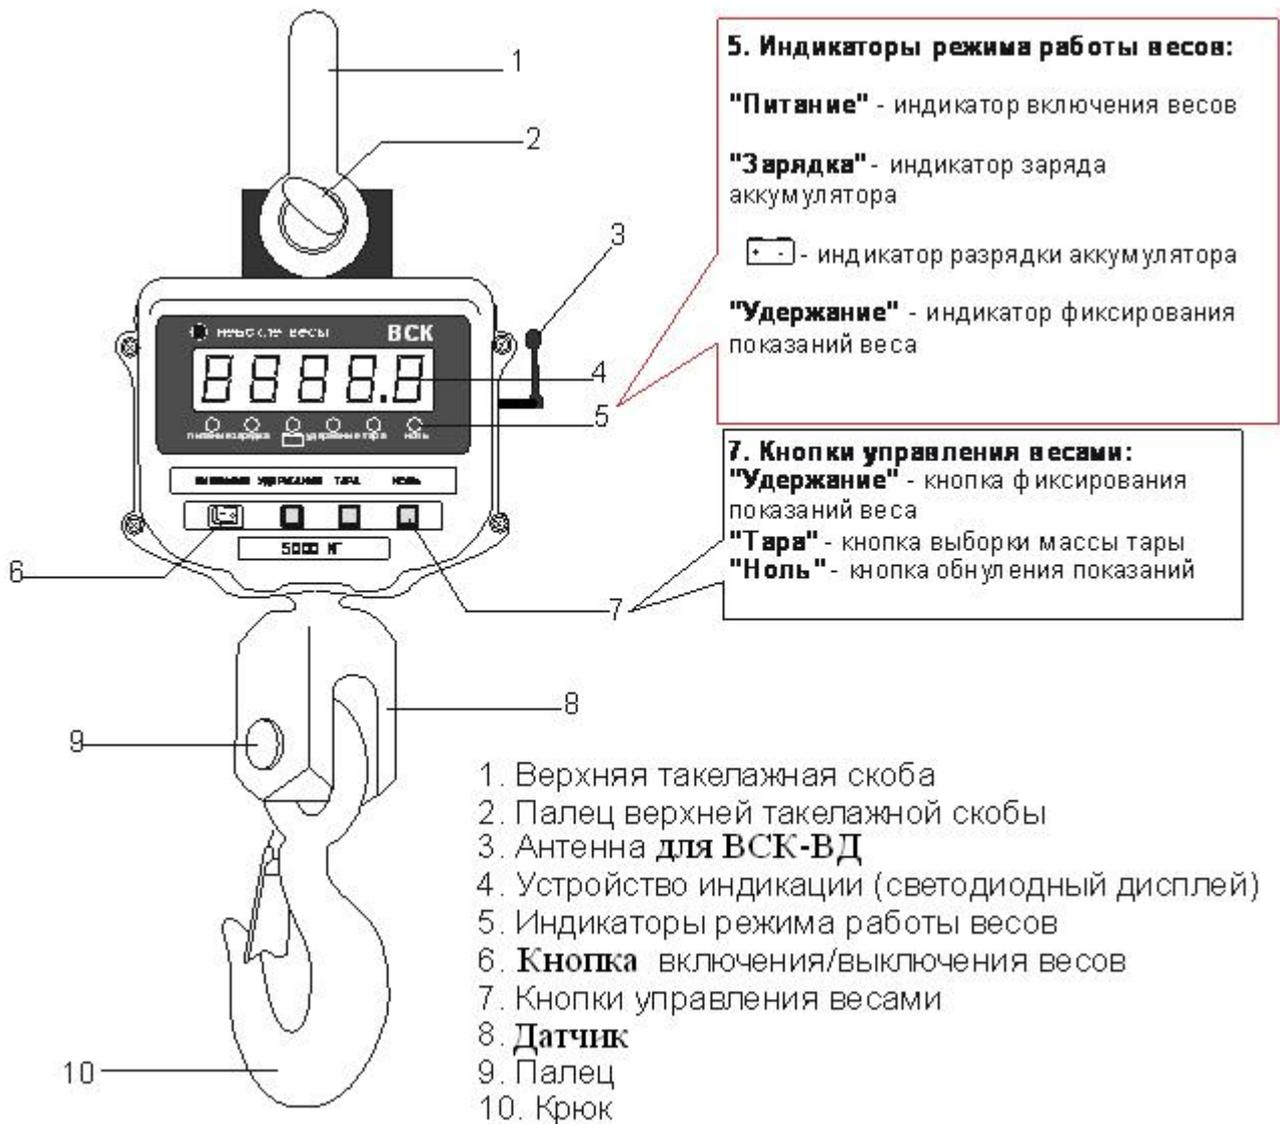

Рис.1 Внешний вид и основные узлы весов ВСК-В и ВСК-ВД
Рис.1а. Пульт управления
3.1 Включите весы, нажав кнопку включения/выключения весов (см. рис.1).
В процессе эксплуатации возможно включение и выключение весов с помощью кнопки D, расположенной на ПУ (см. Рис. 1а)
Закончив работу, выключите весы, нажав кнопку включения /выключения весов. (см. Рис.1).